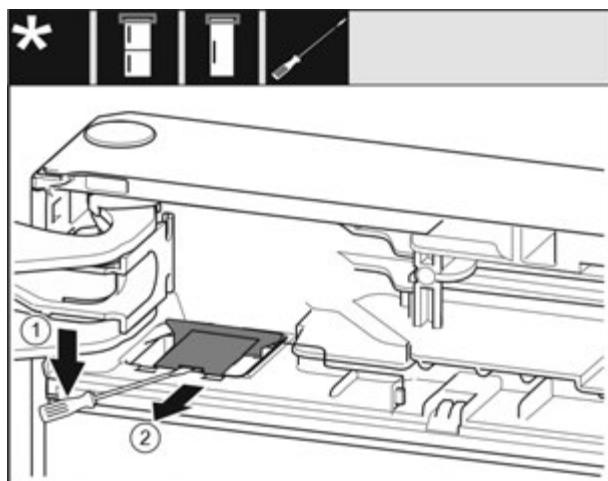

Fig. 10
- З допомогою шліцової викрутки звільнити і підняти кришку. Fig. 10 (1)
- Монтувати кришку. Fig. 10 (2)